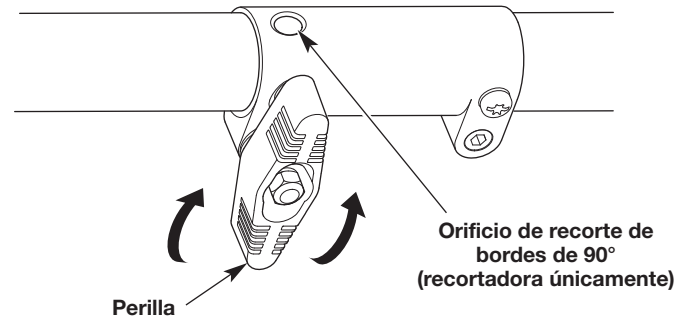
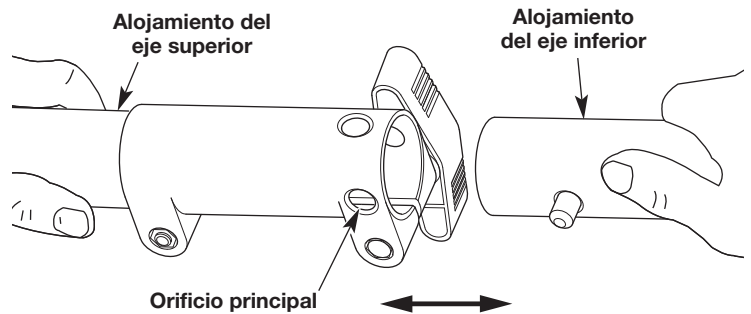

Fig. 3
Fig. 5
1. Gire la perilla en el sentido contrario a las agujas del reloj para aflojarla (Fig. 3).
2. Mientras sujeta con firmeza el accesorio, empújelo en línea recta dentro del acoplador hasta que el botón de liberación entre a presión y quede firme dentro del orificio principal (Fig. 5).
3. Gire la perilla en el sentido de las agujas del reloj para ajustar (Fig. 3).
PRECAUCIÓN: Antes de utilizar esta unidad, asegúrese de que el botón de liberación entre a presión completamente dentro del orificio principal (Fig. 5) y que la perilla (Fig. 3) quede bien ajustada.
Para un reborde decorativo con un accesorio de recorte, trabe el botón de liberación en el orificio de recorte de bordes de 90° (Fig. 5).
3. Mientras sujeta firmemente el alojamiento del eje superior, tire del accesorio de manera recta para sacarlo del acoplador (Fig. 5).